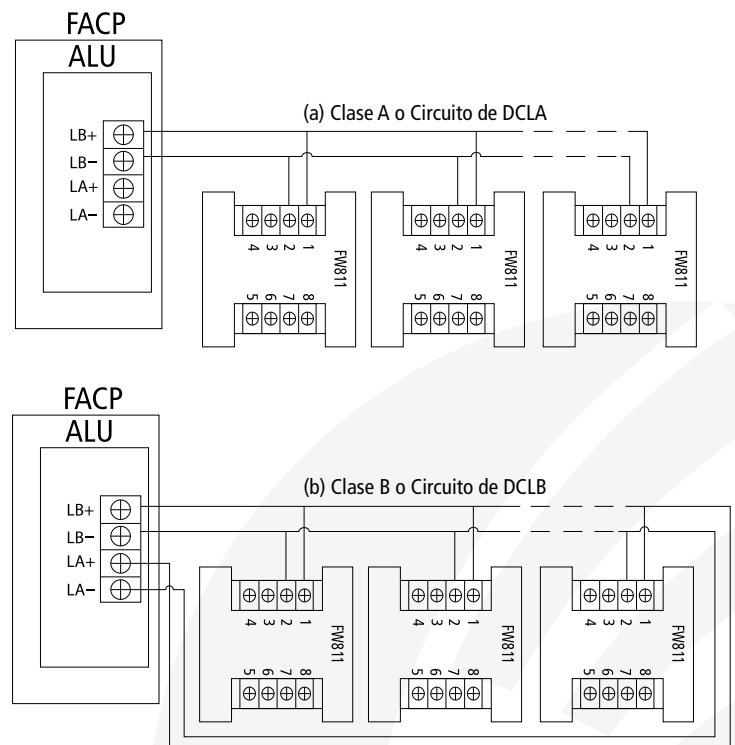

Figura 3 - Diagrama de Cableado (SLC/DCL)
3. Conecte el SLC/DCL al módulo, como se muestra en la en la figura 3.